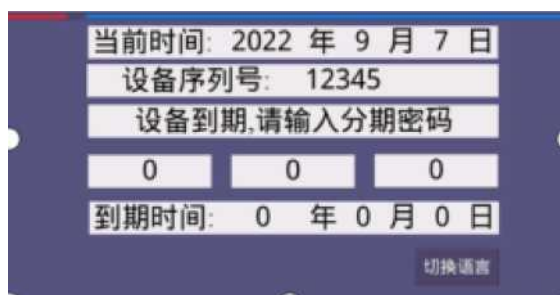
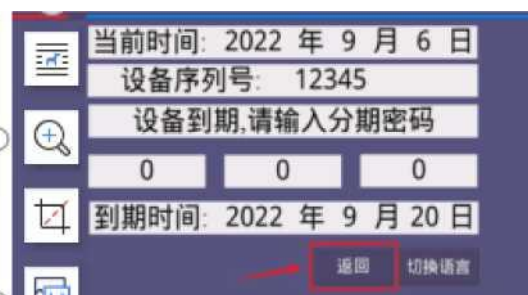

Рис. 2-1
Рис. 2-2
2.2. Размеры пистолета ручной лазерной сварки (мм) приведены на рис. 2-2
При первом включении устройства для доступа к системе на экране отобразится экран блокировки устройства (рис. 2-1), для снятия блокировки необходимо ввести пароль дешифрования (код авторизации предоставляется производителем). Не вводите все пароли одновременно в одно поле. Пароль дешифрования разделен на три части, и каждая из них вводится в соответствующее поле для корректной разблокировки устройства. После ввода пароля дешифрования в правом нижнем углу экрана появится кнопка «Назад» (рис. 2-2). Нажмите кнопку «Назад» (Back), чтобы перейти на главную страницу и продолжить работу в штатном режиме.
После истечения срока действия устройства появится экран блокировки (рис. 2-1), и для продолжения использования потребуется новый код дешифрования.